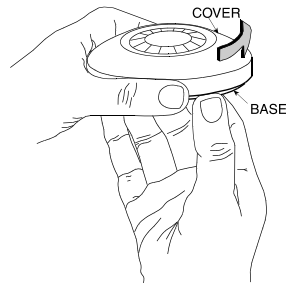

图3-安装前盖
- D. 将带有PCB板的底板安装在合适的位置及高度上。利用探测器背后的两个安装口将底板牢牢的固定于安装面上，避免震动（见图3）。